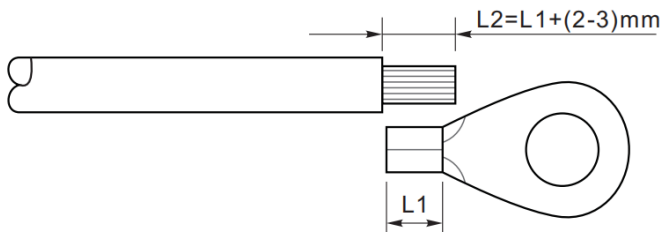

Figura 5-2 Instrucciones de conexión a tierra (1)
Paso 1: Retire la capa de aislamiento con una longitud adecuada utilizando un pelacables como el que se muestra en la figura 5-2.